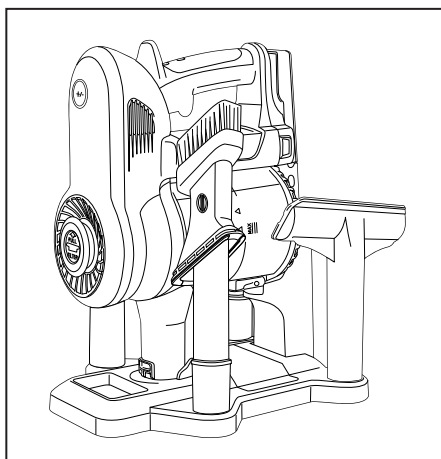

Fig. 3
3. Placez les autres outils sur la station de rangement/charge (Fig. 3).